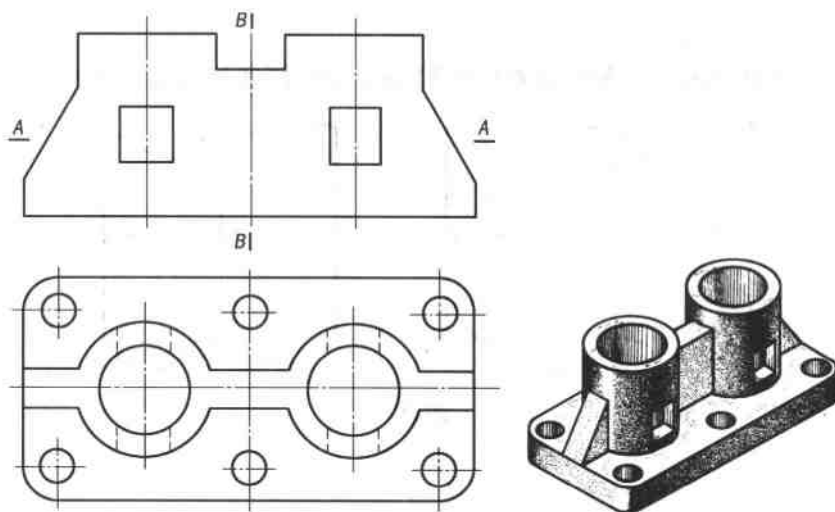

图 35
35. 参照轴测图（图 35），完成全剖的主、俯视图，并画出 $B-B$ 移出断面图。